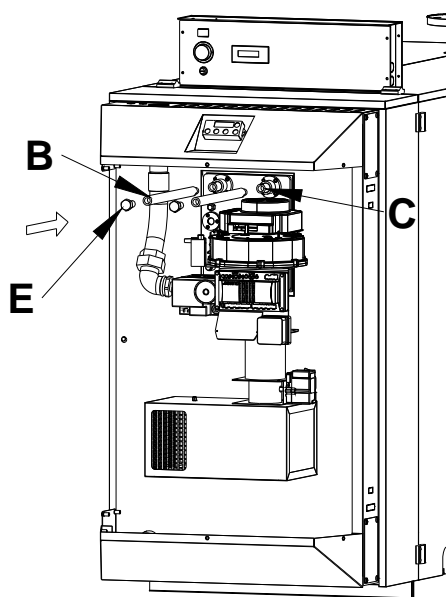

Fig.3
6. Togliere le viti di prolunga B dalla posizione di riposo (rif. 10 pag. 7) ed avvitarle fino a battuta sui supporti fissi del bruciatore C come indicato in fig. 3; posizionare le viti di sicurezza E.